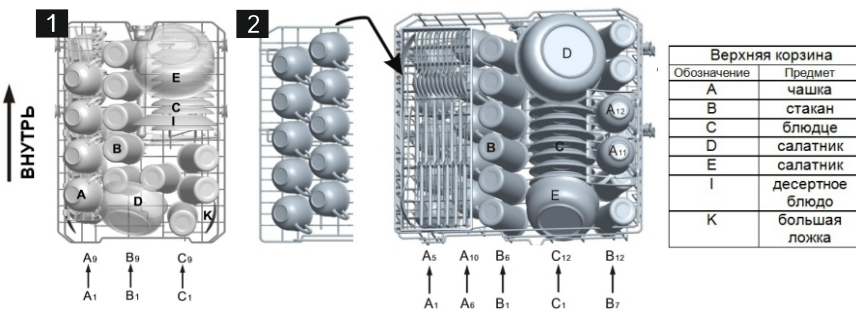

Рисунок 21 - Верхняя корзина:
**• Загрузка верхней корзины (рисунок 21)**